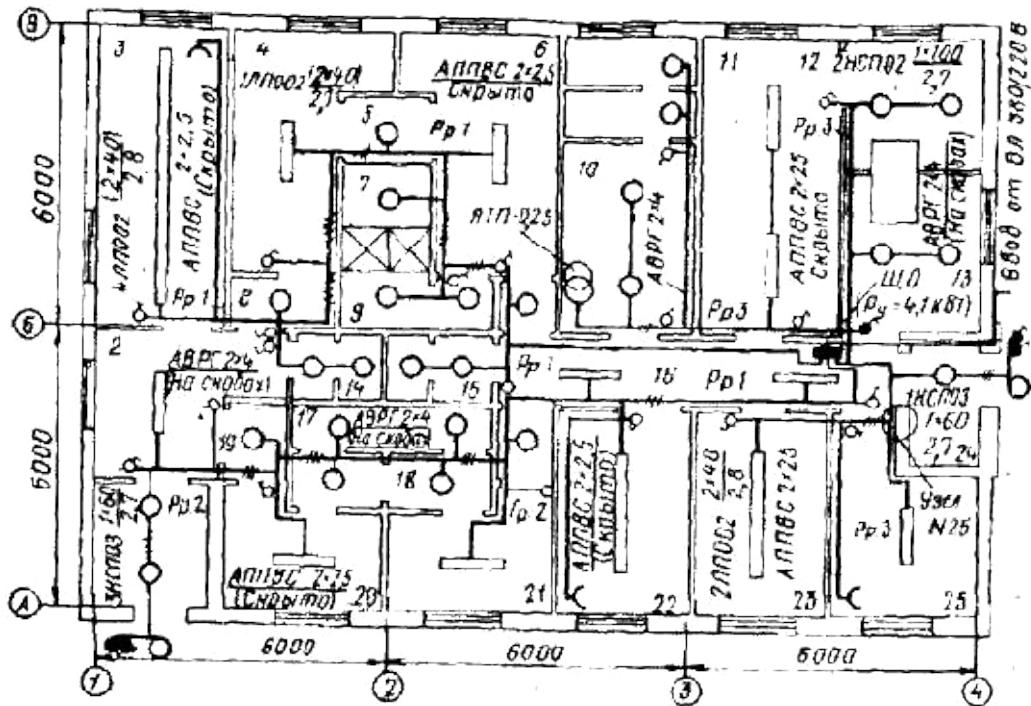
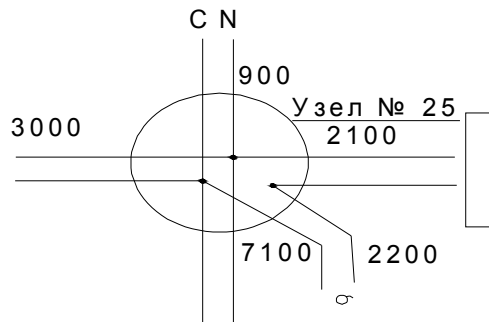

Рис. 1. Электрическая схема осветительной электропроводки на плане санитарного пропускника
Рис. 2. Схема соединения осветительной электропроводки в узле №25
1. В соответствии с вариантом задания (табл.2) составить схему соединений проводов в узлах электропроводки (рис.1), пример задания показан на рис. 2.
Последняя цифра шифра студента	Номера помещений (см. рис. 1) для составления схем и узлов электропроводок